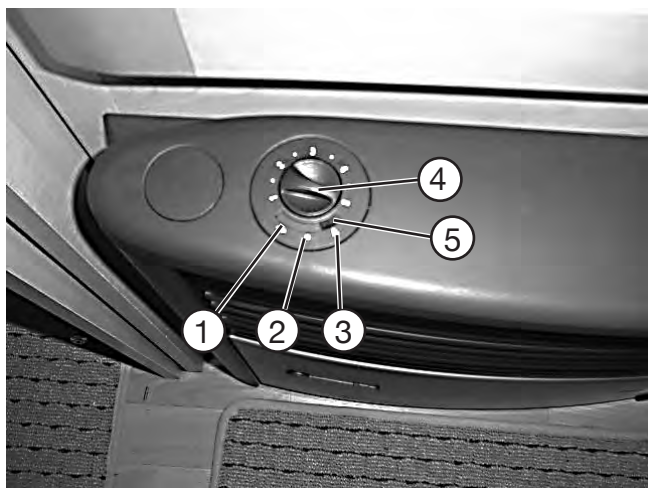

Bild 3
- Sätt kontakten ⑤ i läge ① (bild 3).
- Ställ in önskad effekt på vridknappen ④.